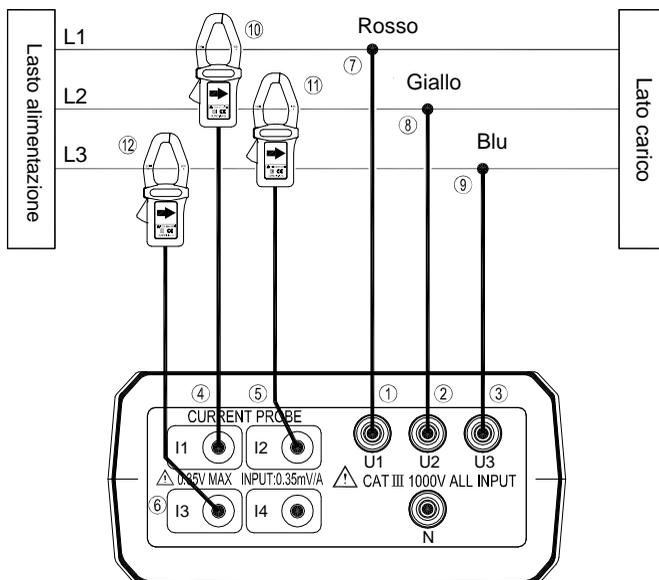

Figura 11. 3P3W3M Diagramma di collegamento dei cavi
- ① Collegare il puntale di test della tensione rosso al terminale “U1”.
- ② Collegare il puntale di test della tensione giallo al terminale “U2”.
- ③ Collegare il puntale di test della tensione blu al terminale “U3”.
- ④ Collegare la sonda di corrente I1 alla presa “I1”.
- ⑤ Collegare la sonda di corrente I2 alla presa “I2”.
- ⑥ Collegare la sonda di corrente I3 alla presa “I3”.
4. Collegare il puntale di test della tensione e le sonde di corrente all'apparecchiatura elettrica da testare come indicato nella Figura 11. Diagramma del cablaggio 3P3W3M
- ⑦ Collegare la clip alligatore di test della tensione rossa alla Fase 1 “L1”.
- ⑧ Collegare la clip alligatore di test della tensione gialla alla Fase 2 “L2”.
- ⑨ Collegare la clip alligatore di test della tensione blu alla Fase 3 “L3”.
- ⑩ Stringere la sonda di corrente I1 attorno alla Fase 1 “L1”.
- ⑪ Stringere la sonda di corrente I2 attorno alla Fase 2 “L2”.
- ⑫ Stringere la sonda di corrente I2 attorno alla Fase 3 “L3”.
- ① Premere il tasto “**PF $\Theta$** ” per scorrere i valori misurati di PF e  $\Theta$ .
- ① Collegare i cavi di controllo di tensione neri al terminare “N”.
- ② Collegare il cavo di controllo di tensione rosso al morsetto “U1”.
- ③ Collegare il cavo giallo di controllo di tensione al morsetto “U2”.
- ④ Collegare il cavo blu di controllo di tensione al morsetto “U3”.
- ⑤ Collegare la sonda di corrente I1 alla presa “I1”.
- ⑥ Collegare la sonda di corrente I2 alla presa “I2”.
- ⑦ Collegare la sonda di corrente I3 alla presa “I3”.
- ⑧ Collegare la sonda di corrente I4 alla presa “I4”.
4. Collegare i cavi di controllo di tensione e le sonde di corrente alla strumentazione elettrica che deve essere analizzata, così come mostrato nella figura 11. Diagramma di connessione dei cavi 3P4W.
- ⑨ Collegare il morsetto alligatore nero di controllo di tensione al conduttore neutro “N”.
- ⑩ Collegare il morsetto alligatore rosso di controllo di tensione alla fase “L1”.
- ⑪ Collegare il morsetto alligatore giallo di controllo di tensione alla fase “L2”.
- ⑫ Collegare il morsetto alligatore blu di controllo di tensione alla fase “L3”.
- ⑬ Collegare la sonda di corrente I1 alla fase “L1”.
- ⑭ Collegare la sonda di corrente I2 alla fase “L2”.
- ⑮ Collegare la sonda di corrente I3 alla fase “L3”.